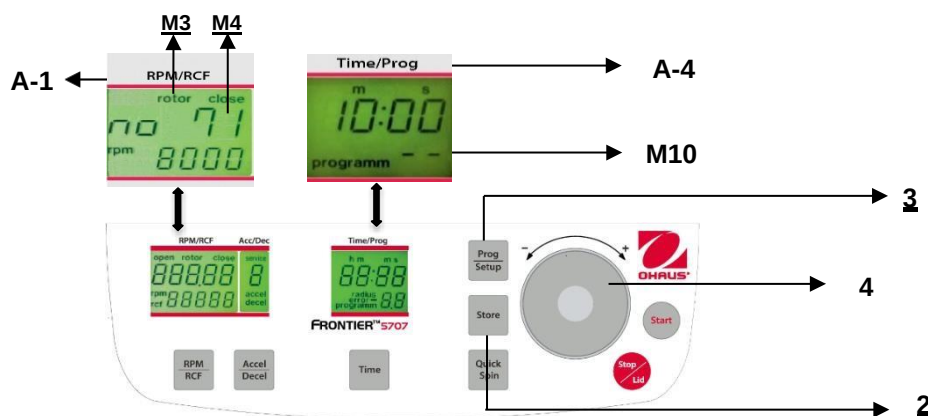

Figura. 23
Per richiamare i programmi salvati, premere il tasto **"Prog/Setup"** (3) (fare riferimento alla figura 23) quando il coperchio è già chiuso. Sul display **"Time/Prog"** (A-4), appare la parola **"programm --"** (M10). Il numero di programma desiderato può essere preselezionato mediante la quadrante di regolazione (4).